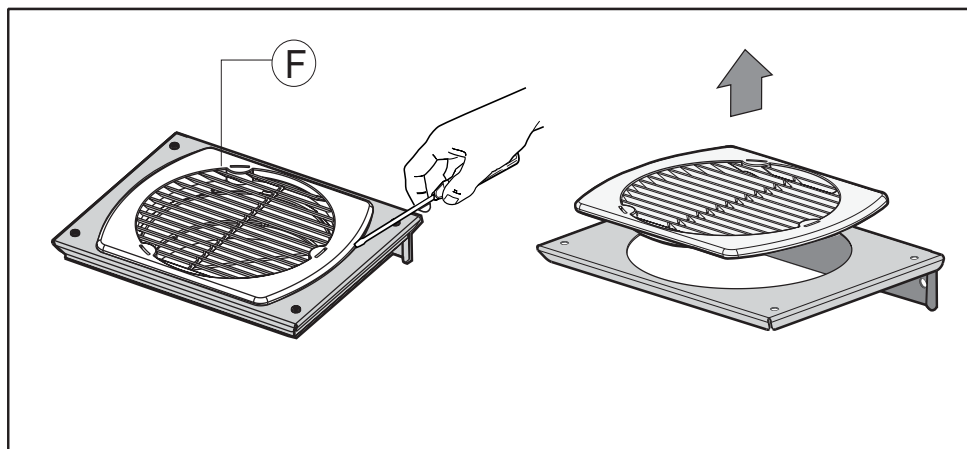

Fig.10
- S'il s'agit d'un modèle de hotte **version évacuation extérieure**, ne retirez la grille **F** (fig. 10) que s'il vous faut faire passer le tuyau d'évacuation de l'air à l'intérieur de la bride de sortie de l'air **E** fig. 9.